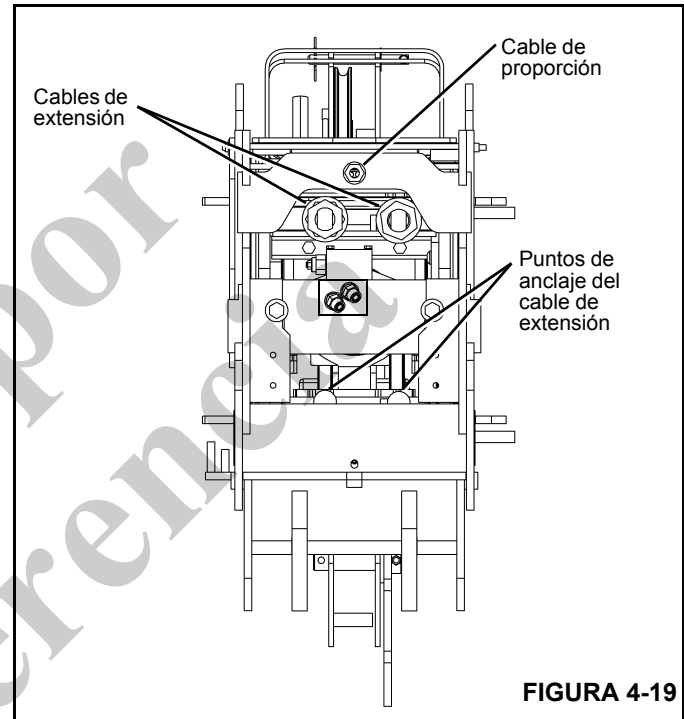

FIGURA 4-19
1. Apriete todos los cables ligeramente. Extienda y retraiga la pluma aproximadamente 4 pies (120 cm) varias veces para igualar las posiciones de secuencia de los cables de extensión y retracción (Figura 4-19).
6. Apriete el cable de proporción a 9 lb-pie (12.2 N·m). El punto de ajuste de los cables se encuentra en la parte trasera de la pluma, en la barra transversal del malacate que atraviesa la 1ª sección (Figura 4-19).